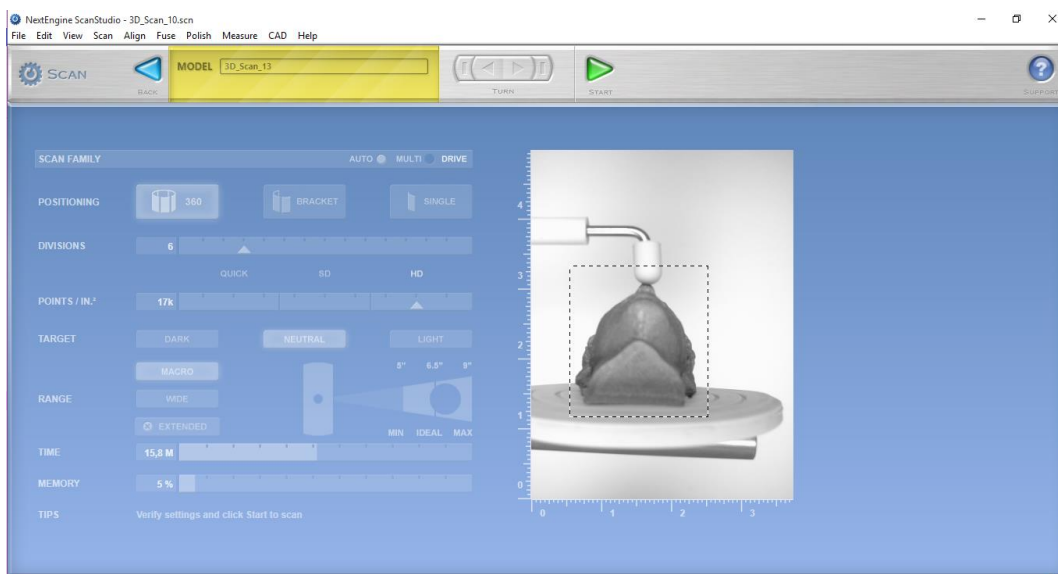

Figura 26. Objeto sobre el eje.
12. Ahora se debe escanear el objeto en el eje x para llenar las partes faltantes. Se escogen las mismas configuraciones, como se observa en la Figura 26.